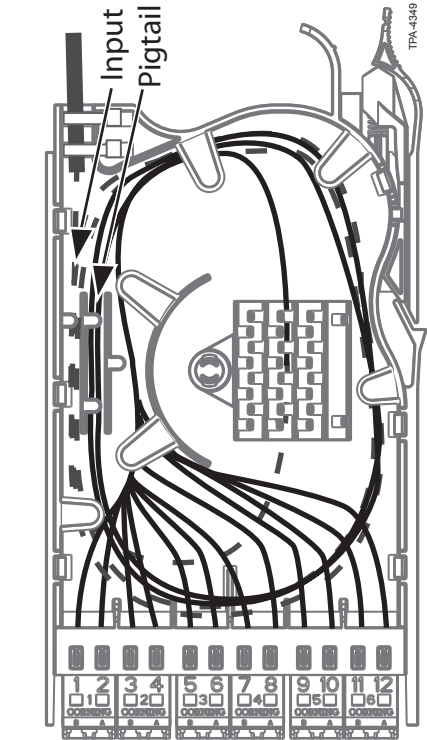

Abb.14 / Fig.14
3.8 Wenn alle Spleißungen erledigt sind, die gespleißten Fasern im Bündel wie in Abbildung 14 gezeigt verlegen und unter den Halterungen durchführen, so dass beim Wiederaufsetzen des Deckels nicht gequetscht werden.
3.8 Once all splices are complete, route the bundle of spliced fibres as shown in Figure 14, storing fibres under the flanges to prevent them from being pinched when reinstalling the cover.